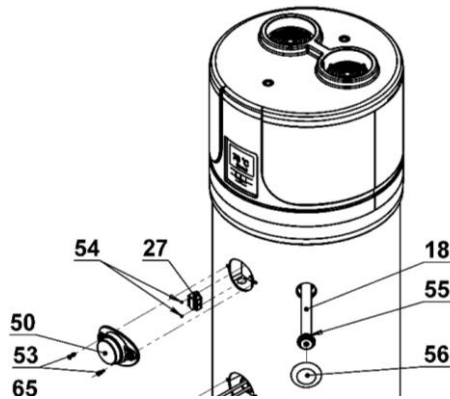

Fig. 14
24.1. Reiniciar o termóstato de segurança 27 (Fig.14)
- Retire o painel decorativo superior ao desaparafusar os parafusos de retenção apropriados (**Fig. 14**);
- Pressione o botão do termostato de segurança manualmente até ouvir um som (Fig. 14).
24.4. Ânodos de magnésio 18. (Fig. 14)